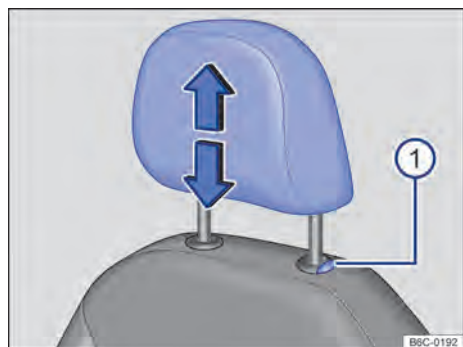

Fig. 66 Apoyacabezas delantero: desmontar.
- Retirar el apoyacabezas con la tecla → fig. 66 ① presionada.
- Empujar el apoyacabezas totalmente hacia abajo con la tecla → fig. 66 ① presionada.